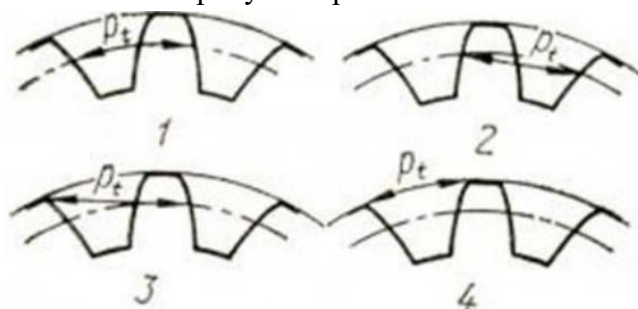

Рис. 1
3.05. На каком рисунке правильно показан шаг зацепления (рис.1)?